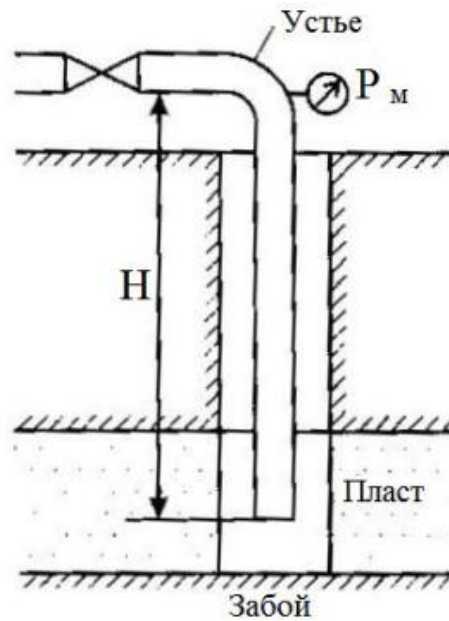

Рисунок 1
1. Определить давление на забое закрытой газовой скважины (рис. 1), если глубина скважины  $H=2200$  м, манометрическое давление на устье  $P_m=10,7$  МПа, плотность природного газа при атмосферном давлении и температуре в скважине (считаемой неизменной по высоте)  $\rho=0,76$  кг/м3, атмосферное давление  $p_a=98$  кПа.